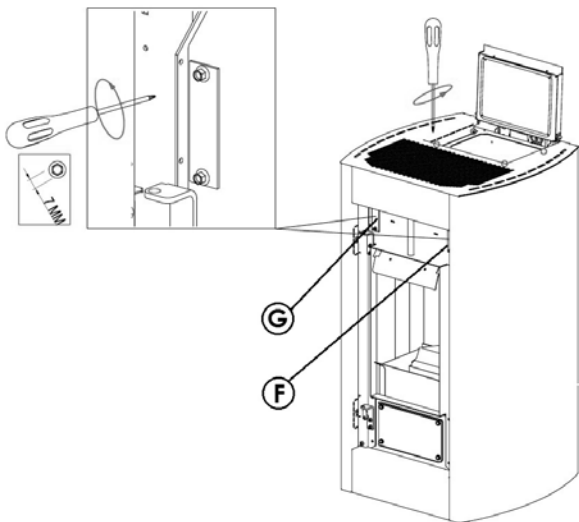

Fig. 38 - Verwijdering van de platen
- Als de kachel koud is, de deur openen en de plaat "F" verwijderen door de twee schroeven te verwijderen (zie **Fig. 38**).